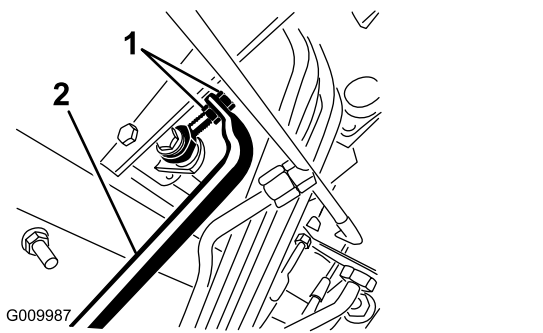

図 75
5. ポンプのロッドの端部についているジャムナットを調整する前進回転をなくすにはポンプのコントロールチューブを前へ動かし、後退回転をなくしたい場合には、後ろへ動かす 図 75。